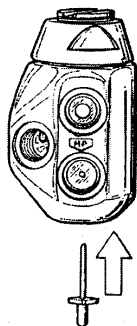

Рис. 6
- Слегка смажьте стержень тарелки (8) клапана ВД небольшим количеством консистентной смазки. Наденьте тарелку (8) на шток (15). Далее вставьте узел в центральное отверстие корпуса редуктора и визуально убедитесь в его полной и правильной посадке через отверстие порта СД диаметром (см. рис. 6 и 7).